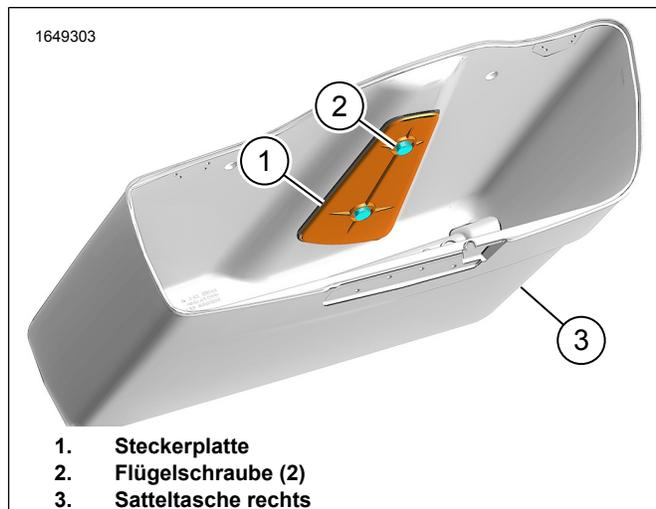

Abbildung 21. Steckerplatte
4. Siehe Abbildung 21. Die Steckerplatte (1) über der inneren Blende positionieren.
5. Flügelschrauben (2) einbauen. Festziehen.